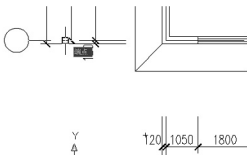

图 3.113 确定图块的插入点
(2) 在指定插入点或[基点(B)/比例(S)/旋转(R)/预览比例(PS)/预览旋转(PR)]:提示下,捕捉如图3.113所示的点作为插入点。